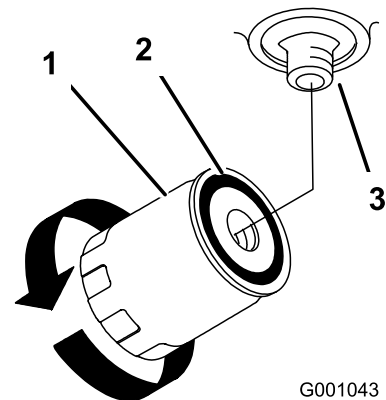

Figure 78
7. Appliquez une fine couche d'huile propre sur le joint en caoutchouc du filtre de rechange (Figure 78).
9. Remplissez le réservoir hydraulique jusqu'à ce que le liquide déborde du filtre. Tournez alors le filtre à huile dans le sens horaire jusqu'à ce que le joint en caoutchouc vienne toucher l'adaptateur du filtre. Serrez ensuite le filtre de 1/2 tour supplémentaire (Figure 78).